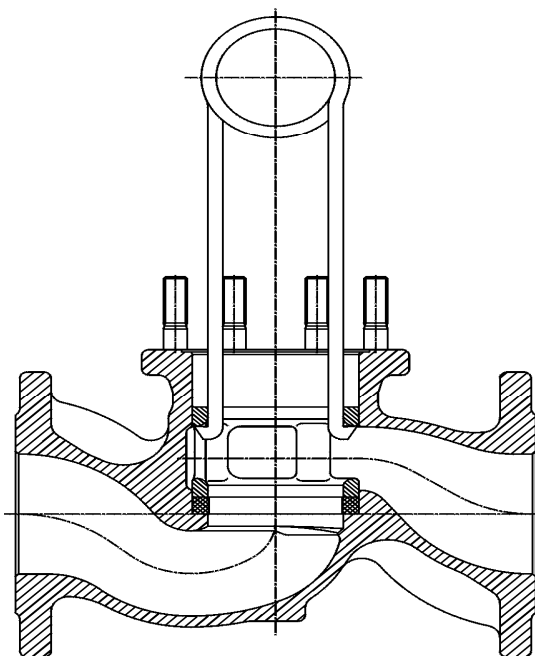

Bild 3
- *Laterne (Pos. 5) mittels Laternenzieher entfernen (siehe Bild 3)*